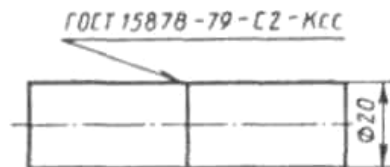

Рис. 42
2. Разработайте процесс сварки стержней (рис. 42) из стали марки Ст3. Производство крупносерийное. Укажите подготовку заготовок под сварку. По площади сечения заготовок выберите тип машины и укажите ее технические данные. По значениям j (А/мм²) и p (мН/мм²) определите ток и усилие осадки. Подсчитайте установочную длину и время сварки изделия. Укажите возможные дефекты и причины их возникновения.